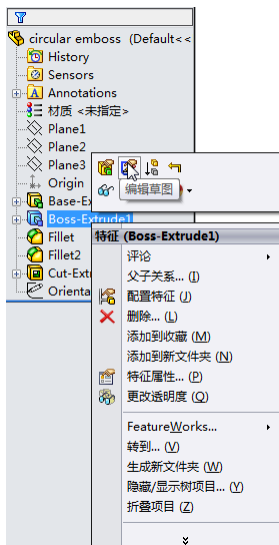

图 8-6 编辑“Boss-Extrudel”特征草图
(1) 单击“设计库”按钮, 在对话框中按照路径 Design Library\forming tools\找到需要修改的成形工具, 鼠标双击成形工具按钮。例如: embosses (凸起)工具中的“circular emboss”成形按钮, 系统将会进入“circular emboss”成形特征的设计界面。
(2) 在左侧的“FeatureMannger 设计树”中右击“Boss-Extrudel”特征, 在弹出的快捷菜单中单击“编辑草图”按钮, 如图 8-6 所示。